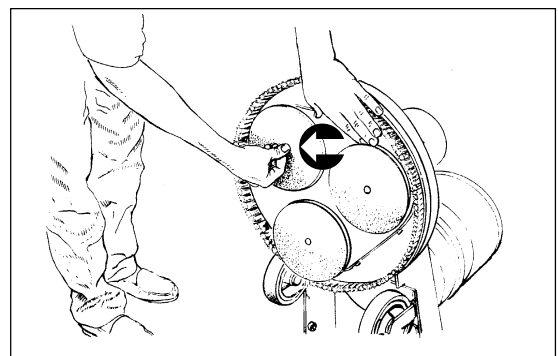

Figura 15
- d.) Per rimuovere la carta o il disco abrasivo esistenti, posizionarsi al lato della macchina e tirare una delle estremità della carta o del disco. In alcuni casi è necessario prima rimuovere il perno di spinta in plastica dalla sezione centrale della protezione per poter rimuovere la protezione stessa. Vedere la Figura 15.